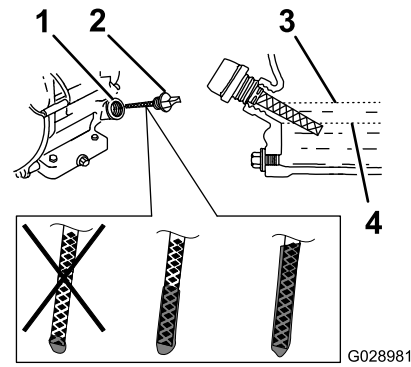

Figura 44
- Retire la varilla (Figura 44) y vierta aceite lentamente en el orificio de llenado hasta que el nivel de aceite llegue a la marca de límite superior (borde inferior del orificio de llenado de aceite) de la varilla.